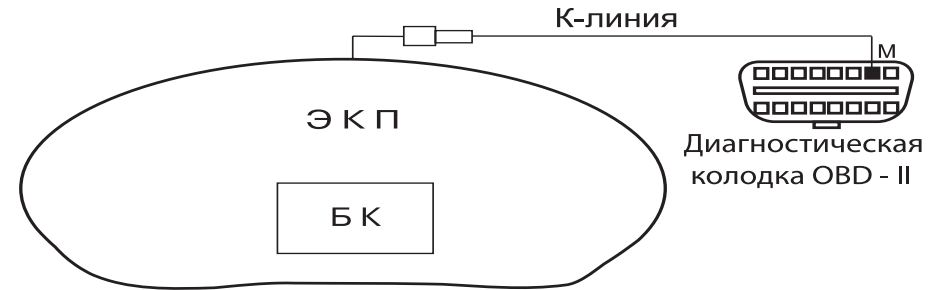

Рис. 1 Подключение БК
6.4. Пропустить провод диагностической "К - линии" БК ЭКП к диагностической колодке и подсоединить его к гнезду "М" (рис.1 на стр.3). Диагностическая колодка расположена под заглушкой тоннеля пола.